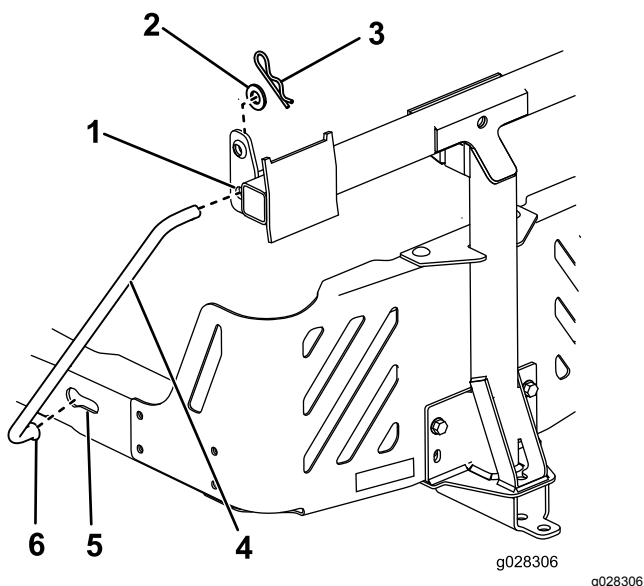

Figura 13
4. Instale el extremo doblado y abocinado de una varilla en la ranura en forma de bocallave del lado izquierdo del bastidor de la máquina, y mueva la varilla hacia atrás para encajarla en el bastidor (Figura 13).
5. Introduzca los extremos doblados de las varillas en la placa de enganche, según se indica en Figura 13, y sujete el extremo de cada varilla con una arandela y una chaveta.